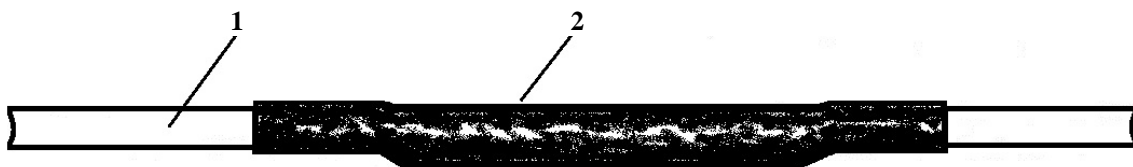

Рис. 9. Термоусаживаемая гильза усажена на скрутку жил:
3.10. Термоусаживаемые гильзы усаживают спокойным пламенем газовой горелки или паяльной лампы до полной их усадки на изоляцию жил (см. рис. 9).